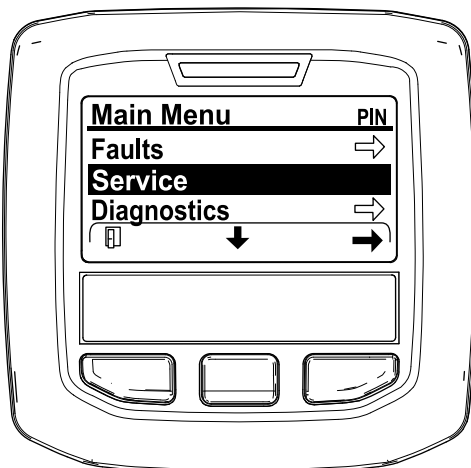

Figura 30
- Vá até ao MENU PRINCIPAL, prima o botão central para ir até ao MENU DE MANUTENÇÃO e prima o botão direito para selecionar a opção de MANUTENÇÃO (Figura 30).